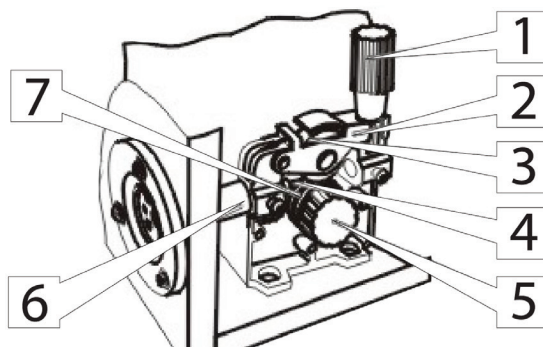

рис. 5
4. Заправьте сварочную проволоку в механизм подачи (см. рис. 5). Для этого:
- ослабьте регулируемый прижимной винт (1) и откиньте его в сторону;
- поднимите планку (2) с прижимным роликом (3) (см. рис. 5);
- вставьте сварочную проволоку в направляющую трубку (4) и продвиньте её в приёмное отверстие сварочного шланга (6) на 100-150 мм;
- снимите заглушку (5) с подающего ролика;
- уложите сварочную проволоку в канавку подающего ролика (7); на ролике имеются две канавки – под проволоку диаметром 0,6 и 0,8 мм (чтобы сменить положение подающего ролика, необходимо от руки отвинтить фиксирующий ролик винт, установить ролик нужной стороной и надёжно от руки завинтить винт).
- опустите планку (2) с прижимным роликом (3) и прижмите её прижимным винтом (1).